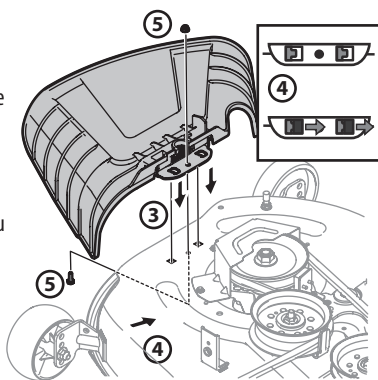

Figure 11
- Placez le déflecteur d'éjection sur le plateau de coupe en insérant les pattes du déflecteur d'éjection dans les trous du plateau de coupe. Voir Figure 11.
- Fixez le déflecteur d'éjection avec l'écrou autobloquant à bride et le boulon hexagonal retirés à l'étape 2. Serrez à un couple de 11,5 à 14 N m (102-124 po-lb). Voir Figure 11. Passez à la sous-section Réglage des roues de jauge du plateau.